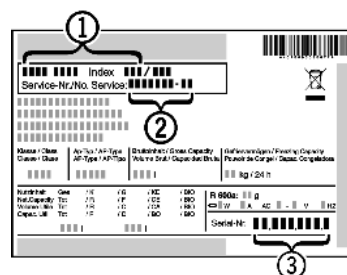

Fig. 23
- ▶ A készülék megnevezését Fig. 23 (1), a szerviz- Fig. 23 (2) és sorozatszámot Fig. 23 (3) a típusabláról olvassa le. A típusábla a készülék belsejében baloldalon található.
- ▶ Értesítse a vevőszolgálatot a hibáról, és adja meg nekik a készülék megnevezését Fig. 23 (1), a szerviz- Fig. 23 (2) és a sorozatszámot Fig. 23 (3).